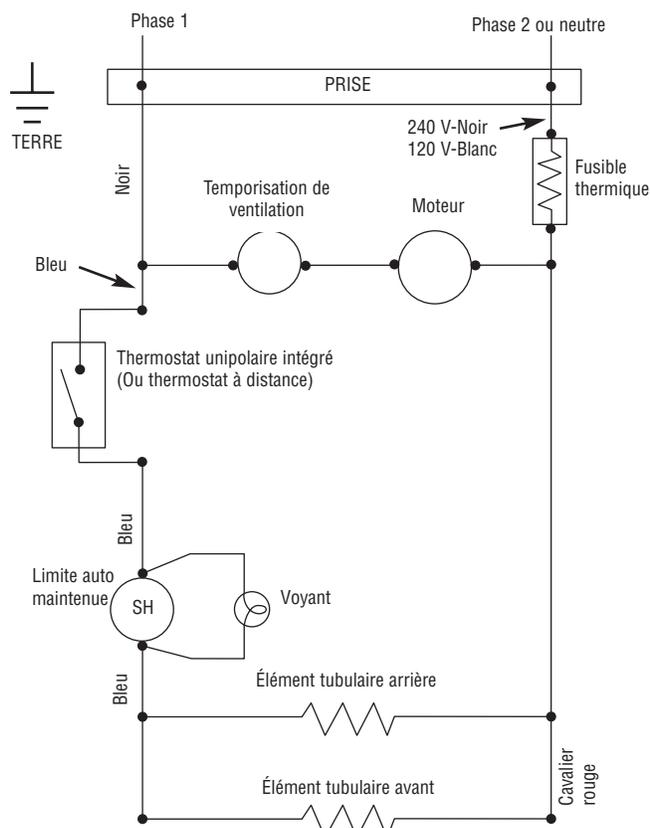

Figure 2 – Câblage avec un thermostat monté dans le radiateur
5. **AVEC UN THERMOSTAT INTÉGRÉ, CÂBLEZ LE RADIATEUR COMME INDIQUÉ EN FIGURE 2.** Tirez le câblage du site du disjoncteur en amont au radiateur. Reliez les fils sur deux (2) fils en tire-bouchon, noirs pour les modèles en 240/208 V, ou noir et blanc pour le modèle 120 V, avec des capuchons de fixation de fils (four-nis) Enlevez les capuchons reliant les deux fils bleus. Branchez les fils bleus avec des capuchons de fixation (fournis) sur les fils du thermostat.